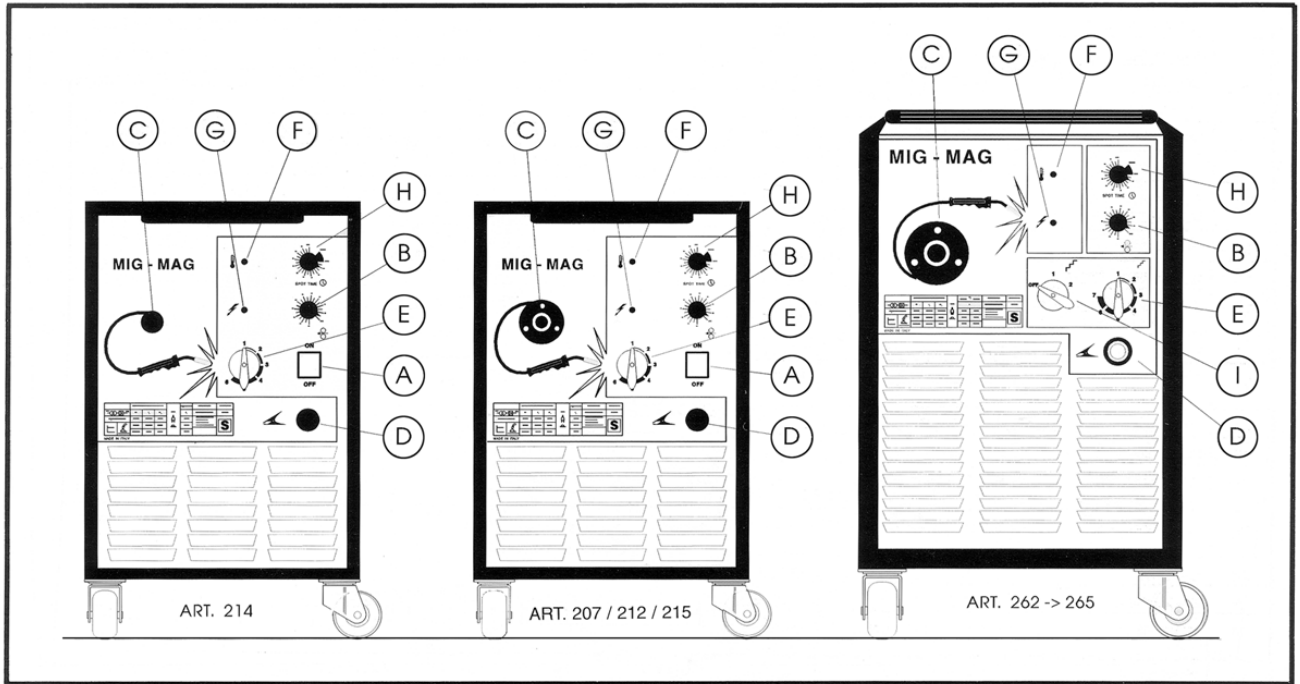

Fig. 1
2.5 DESCRIZIONE DELL'APPARECCHIO (fig.1)